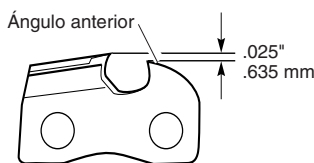

Figura 25 - Redondeo del ángulo anterior de la medida de profundidad
3. Retire el calibrador de medida de profundidad. Utilice una escofina plana para redondear la esquina frontal de la medida de profundidad del elemento de corte (vea la Figura 25).